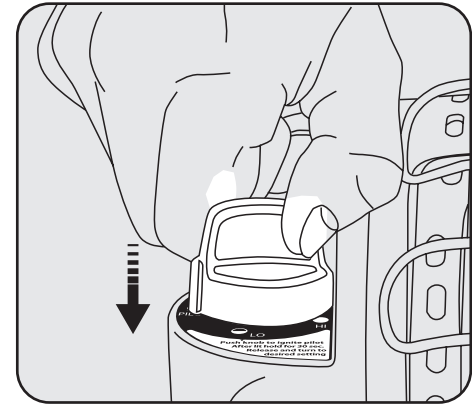

Figura 5
5. Presione y gire la perilla de control en sentido antihorario hasta la posición "PILOT" (piloto). Ver la Figura 5. El encendedor creará una chispa para encender el quemador del piloto, (de ser necesario, repita esta presionada la perilla de control hacia adentro en la posición de "Piloto" por 30-60 segundos.